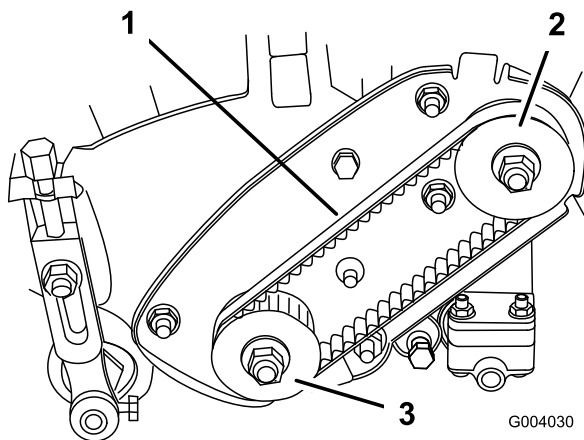

Figura 33
2. Compruebe la tensión presionando la correa (Figura 33) en el punto intermedio entre las poleas con una fuerza de $2 \pm 0,5$ kg. La correa debe desviarse 6 mm. Si la desviación no es la correcta, continúe con el paso siguiente.